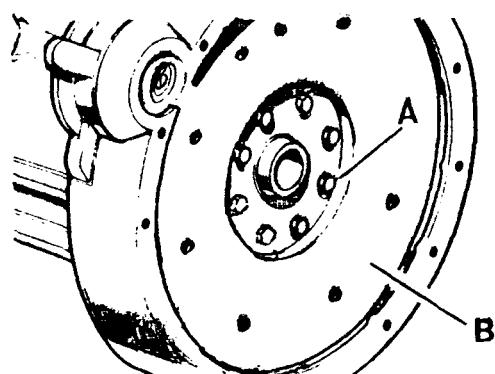

Fig. A3-78A Desmontaje del volante
- 1.2. Desmontar los tornillos, A (Fig. A3-78A) y retirar el volante, B, haciendo uso del extractor, 193207.
- 2.2. Fijar el volante, B (Fig. A3-78A) con sus tornillos, A, apretándolos alternativamente a una tensión de 6,90 mkg.